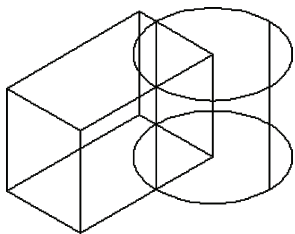

图 14-47 存在着两个实体
- 1** 打开“并集即学即练.dwg”文件，该文件中存在着图 14-47 所示的两个实体。